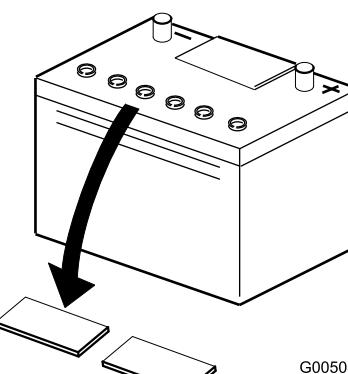

Figura 6
- Pulite la parte superiore della batteria e togliete i tappi di sfiato (Figura 6).